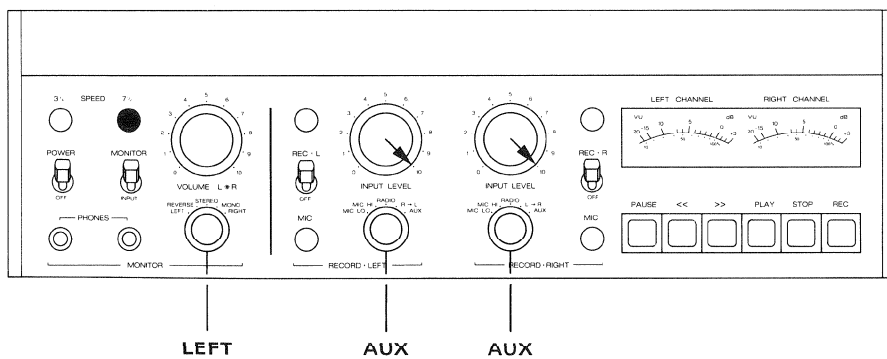

Fig. 6.5.—5
- Effectuez les commutations selon la fig. 6.5.-3.
- Branchez un millivoltmètre BF à la sortie (51) OUTPUT L.